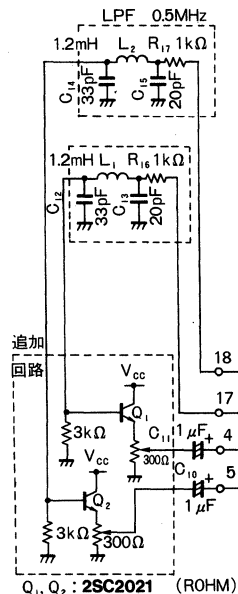

Fig. 11
- 4) 4pin (B-Y_{IN}), 5pin (R-Y_{IN}) は入力インピーダンスが高いため、パターンの引回しによる外部からの影響や外来ノイズの影響を受けることがあります。このため、Fig. 11 に示す回路を追加して入力インピーダンスを下げて使用することを推奨します。